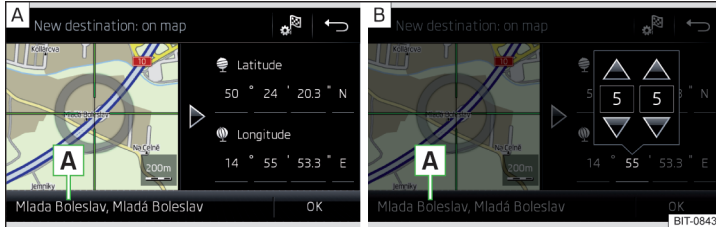

Abb. 161 Ziel eingeben: über den Kartenpunkt / mithilfe von GPS-Koordinaten
- › Durch Bildschirmberührung das gewünschte Ziel in das Fadenkreuz verschieben » Abb. 161 - **A**.
- › Die Werte der GPS-Koordinate nacheinander antippen und einstellen » Abb. 161 - **B**.
Sind in den Navigationsdaten des Infotainment Informationen zum eingegebenen Punkt verfügbar, dann werden diese statt der GPS-Koordinaten angezeigt (bspw. Adresse **A** » Abb. 161).